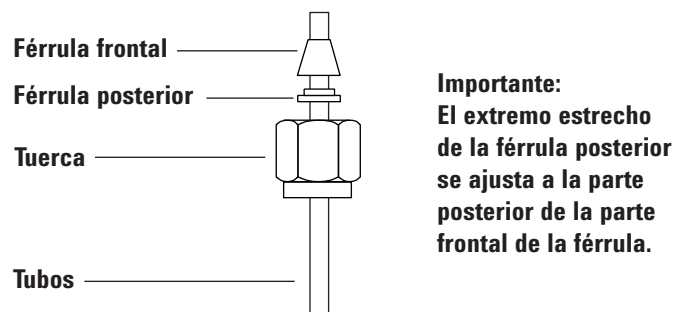

Figura 17 Tuercas Swagelok y férrulas
- 1 Coloque una tuerca Swagelok, férrula posterior y férrula frontal en la tubería tal como se muestra en la Figura 17.